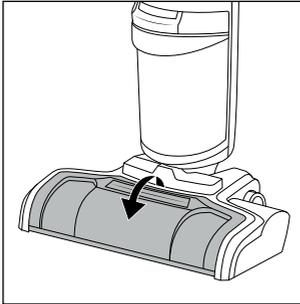

Fig. 33
- ◆ Saisissez la protection antiprojections **7** par le haut au niveau de la poignée (PULL) et tirez-la en avant pour la détacher de la tête de nettoyage **3** (voir fig. 33).